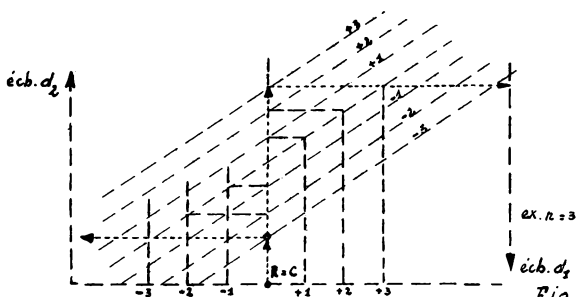

Fig. 5
- la lecture peut être simplifiée par le tracé d'un jeu de parallèles à AB à des distances verticales correspondant à $n = 1, n = 2, n = 3$, etc... (figure 5)